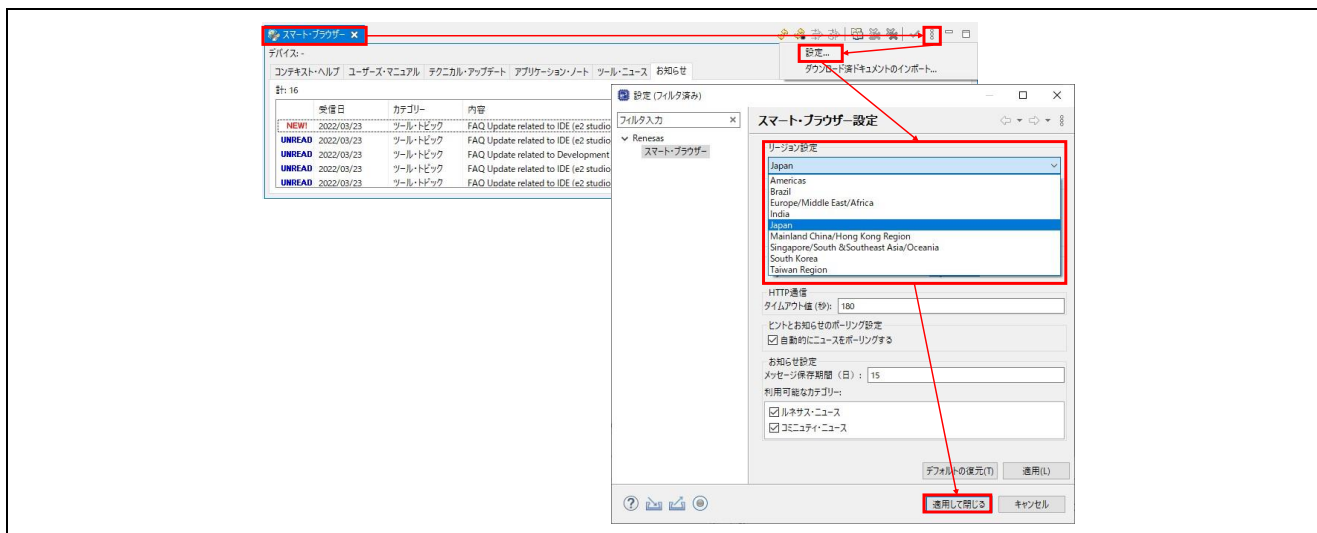

図 3-4 リージョンの設定
■ ACMPLP の「DAC8 channel 0 output」を選択した場合(図 3-4 の①)
- 図 3-4 の(A)で Vref を選択した場合
- ACMPLP0 を「Disable」に選択した場合(図 3-4 の(D))
- 図 3-4 の(B)で IVREF0 を選択、図 3-4 の(C)で Vref を選択、かつ ACMPLP1 を「Enable」に選択した場合(図 3-4 の(E)を Enable に設定)
上記 ACMPLP0 の設定では図 3-4 の①の設定が無効となります。そのため、図 3-4 の①を「DAC8 channel 0 output」から「CMPREF0」に変更してください。
■ ACMPLP の「DAC8 channel 1 output」を選択した場合(図 3-4 の②)
- 図 3-4 の(B)で IVREF0 を選択した場合
- 図 3-4 の(C)で Vref を選択した場合
- ACMPLP1 を「Disable」に選択した場合(図 3-4 の(E))
上記 ACMPLP1 の設定では図 3-4 の②の設定が無効となります。そのため、図 3-4 の②を「DAC8 channel 1 output」から「CMPREF1」に変更してください。